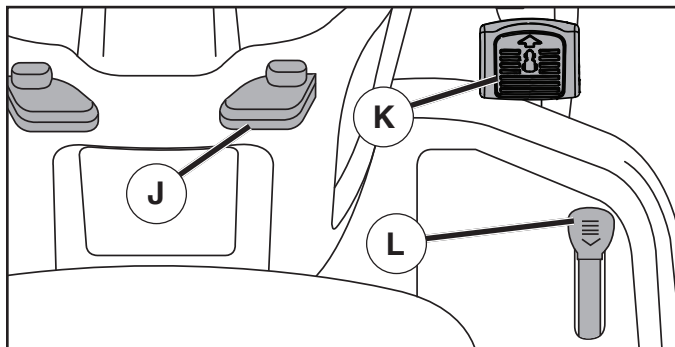

Fig. 20
## POUR AVANCER ET POUR RECULER (Voir la Fig. 20)
- Appuyez doucement sur la pédale de marche avant (K) ou sur la pédale de marche arrière (L) pour commencer à vous déplacer. Plus vous appuyez sur la pédale, plus la vitesse au sol augmente.
## COMMENT UTILISER LE RÉGULATEUR DE VITESSE (J) (Voir la Fig. 20)